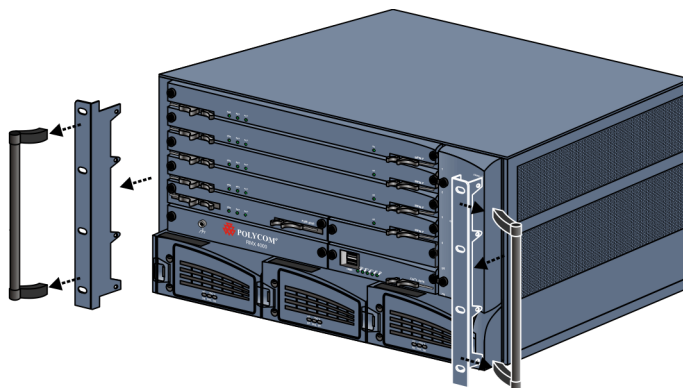

Figure 1-4 Retrait et fixation des supports 19" et 23"
- 1 Pour monter le boîtier RMX 4000 sur un rack de 23", il faut tout d'abord retirer les poignées de la MCU, puis les supports de 19", comme illustré dans la figure 1-4.